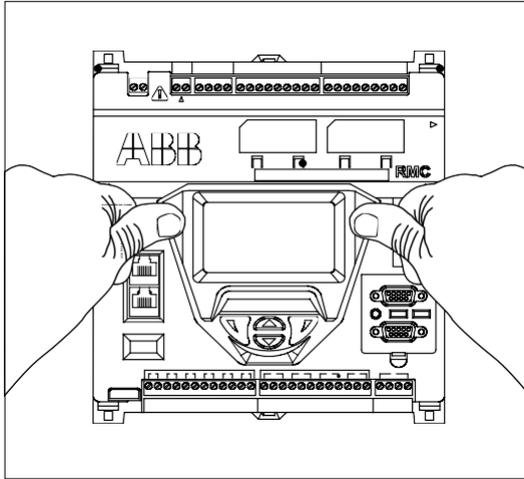

Figura 1: Montaje del RMC
2. Empuje el RMC hacia el carril DIN hasta que encaje en el lugar (Figura 1).